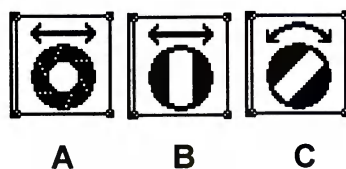

Рисунок 95
9.5.8.4.2 Для просмотра виртуального коллиматора используйте одну из следующих команд без выпуска рентгеновского излучения (см. рисунок 95):